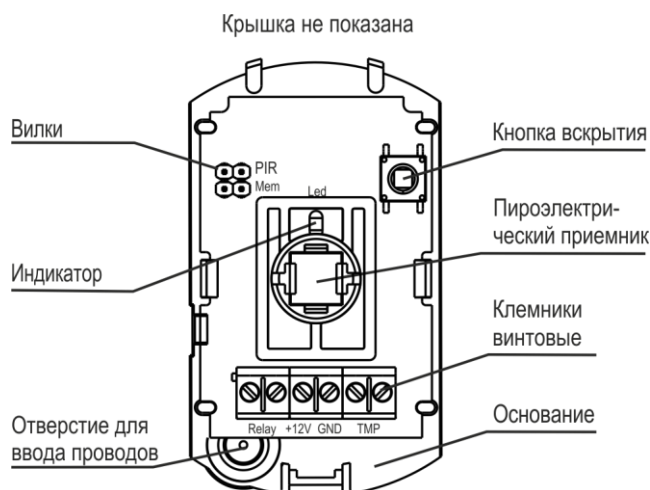

Рисунок 3
- 5.1** Конструктивно извещатель выполнен в виде блока, состоящего из основания и съемной крышки. Внутри блока смонтирована печатная плата с расположенными на ней с двух сторон радиоэлементами и клеммниками винтовыми для внешних подключений (рисунок 3).